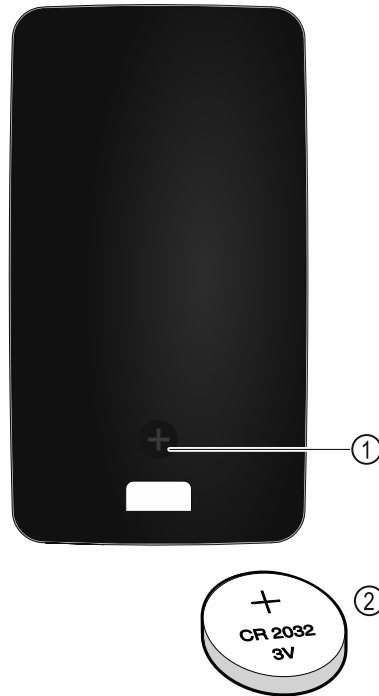

Fig. 232
Napájení dálkového ovládání proudem probíhá pomocí baterie typu CR 2032 na 3 V Fig. 232 (2), jakou lze běžně obdržet v dané prodejně.
- ▶ Vyšroubujte šroubek Fig. 232 (1) na zadní straně dálkového ovládání.